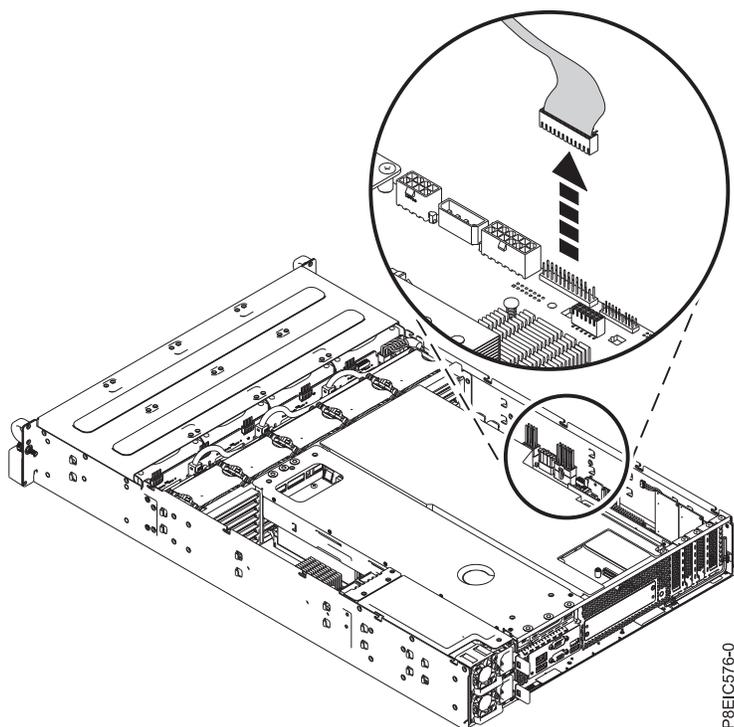

Figure 68. Déconnexion du cordon de contrôle de panneau avant
7. Retirez le cordon de contrôle de panneau avant du fond de panier système, comme illustré dans la figure 68.